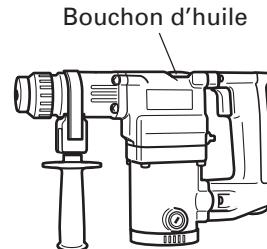

Fig. 19
- (1) Démonter le bouchon d'huile et essuyer complètement la vieille graisse à l'intérieur. (Fig. 19)
- (2) Appliquer 17,5 g (la quantité standard pour recouvrir la tige de connexion) de graisse pour marteau électrique Hitachi A dans le carter.
- (3) Après avoir remplacé la graisse, remonter fermement le bouchon d'huile. À ce moment, en pas endommager ni desserrer le joint torique.